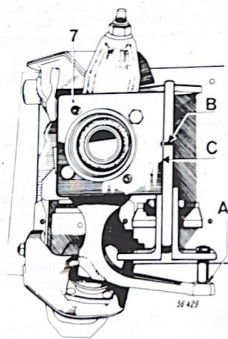

Fig. 5.17. Vista superior de un semitrén delantero colocado sobre el útil de verificación (ver texto).
El semitrén estará correcto y perfectamente alineado cuando; el soporte asiente correctamente sobre el armazón del útil; las marcas B del armazón y la plantilla (Fig. 5.17) queden perfectamente alineadas y apoyadas en toda la longitud del apoyo (C). El calibre (6) debe asimismo entrar en el orificio (A) para la rótula de la dirección.